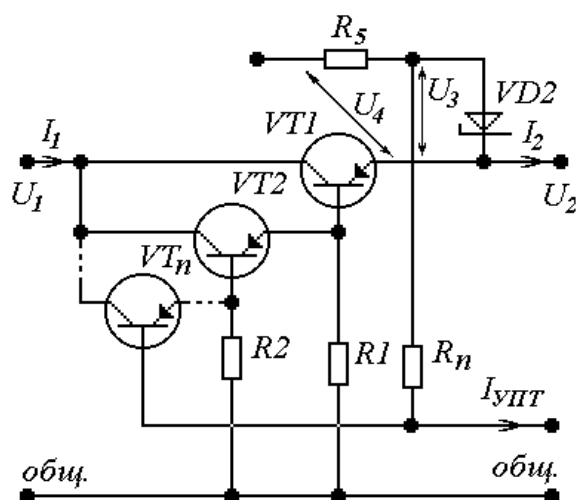

Рис.3. Вариант 3
$$U_{1ном} \geq \frac{U_{2ном} + 2}{1 - \delta_1 - q_1}, \text{ для рис. 3, 4, 5, 6, 7, 8.} \quad (2)$$
$$R_n \leq \frac{U_3 \prod_{i=1}^n K_{I_i}}{I_{PЭmax}}, \text{ для рис. 3, 4, 17, 18, 19, 20.} \quad (16)$$
$$I_{УПТmax} = \frac{U_3}{R_n}, \text{ для рис. 3, 4, 5, 6.} \quad (19)$$
$$U_3 = 5...12B, \text{ для рис. 3, 4, 17, 18, 19, 20.} \quad (81)$$
$$U_4 \geq 1.5U_3, \text{ для рис. 3, 4, 17, 18, 19, 20.} \quad (82)$$
$$R_5 \leq \frac{U_4 - U_3}{I_{cm2min} + I_{УПТmax}}, \text{ для рис. 3, 4.} \quad (20)$$
$$R_i = \left( \sum_{l=1}^n \frac{\prod_{i=0}^{l-1} K_{I_i}}{r_{d_l}} \right)^{-1}, \text{ для рис. 3...8.} \quad (25)$$